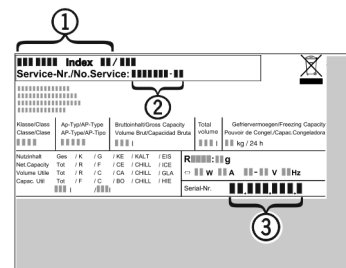

Fig. 3
- ▶ Gerätebezeichnung Fig. 3 (1), Service-Nr. Fig. 3 (2) und Serial-Nr. Fig. 3 (3) vom Typenschild ablesen. Das Typenschild befindet sich an der linken Geräteinnenseite.
- ▶ Den Kundendienst benachrichtigen und den Fehler, Gerätebezeichnung Fig. 3 (1), Service-Nr. Fig. 3 (2) und Serial-Nr. Fig. 3 (3) mitteilen.